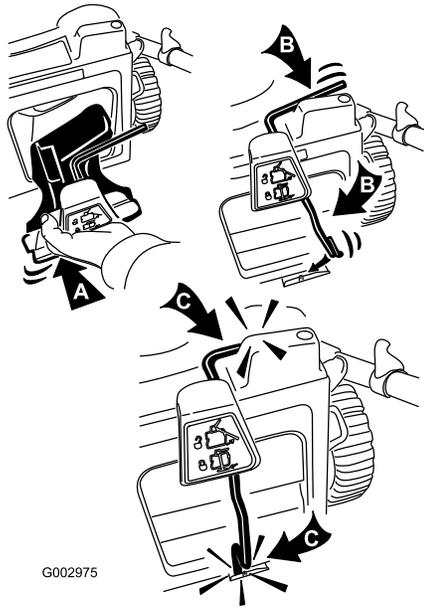

Figura 30
3. Introduzca el tapón de mulching y gire la varilla de cierre hasta que se enganche tanto en la parte superior como en la inferior (Figura 30).